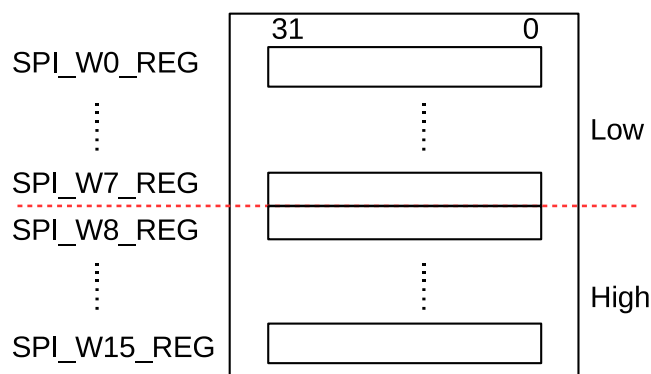

图 30.5-1. CPU 控制的传输中使用的数据 Buffer
GP-SPI 提供了 16 个 32-bit 的数据 buffer，即 `SPI_W0_REG` ~ `SPI_W15_REG`，见图 30.5-1。CPU 控制的传输表示在该次传输中发送的数据来自数据 buffer 或接收的数据存入数据 buffer。在这种传输方式下，每次传输事务均需要先配置相关寄存器，然后由 CPU 来触发。因此，CPU 控制的传输只能是单次传输，即仅包含一次传输事务。CPU 控制的传输支持全双工通信和半双工通信。
- **SPI Buffer**: `SPI_W0_REG ~ SPI_W15_REG`, 见图 30.5-1。CPU 控制模式下传输的数据在 SPI buffer 中准备。